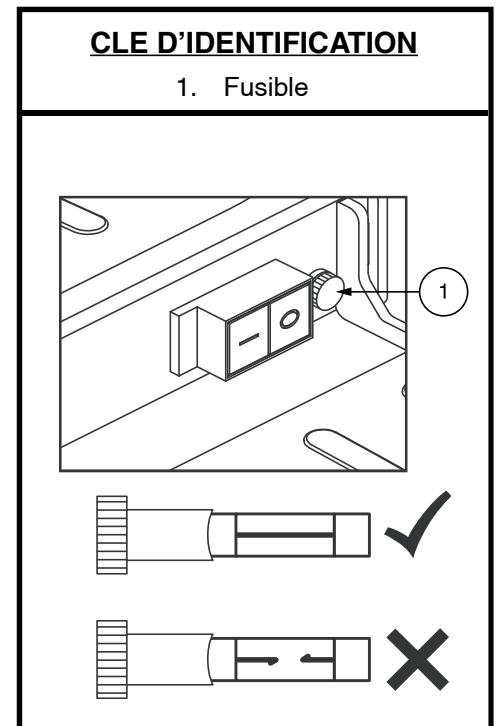

Figure 18. Remplacement de fusible
2. Examinez le fusible dans le porte-fusible. **Voir la figure 18.** Si le fusible est grillé, il doit être remplacé.